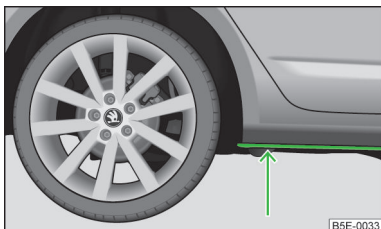

Fig. 98
- > Înainte de a trece prin apă, stabiliți adâncimea apei. Nivelul apei nu are voie să depășească nervura lonjeronului inferior » fig. 98;